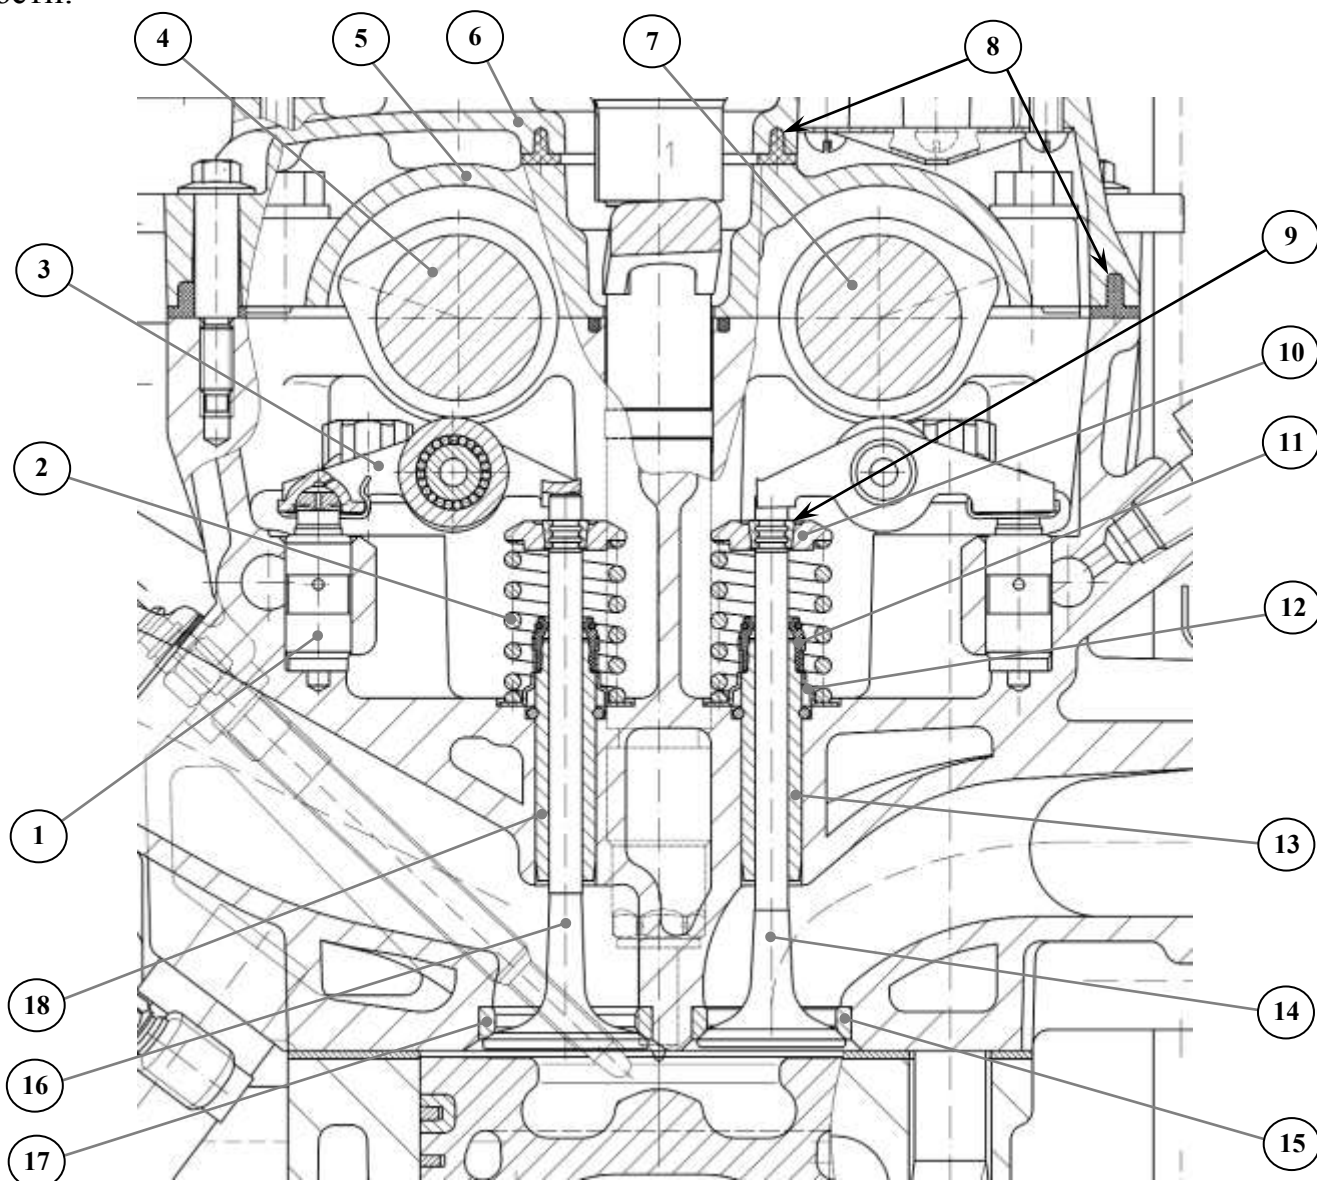

Рис.25. Привод клапанов:
**Привод клапанов** (рис.25). Клапаны приводятся от распределительных валов через рычаги 3 с роликами. Рычаги одним концом, имеющим внутреннюю сферическую поверхность, опираются на сферический торец плунжера гидропоры 1. Другим концом, имеющим криволинейную поверхность, рычаги опираются на торец стержня клапана.
Впускной 16 (рис.25) и выпускной 14 клапаны изготовлены из жаропрочной стали. Выпускной клапан имеет жароупорную износостойкую наплавку рабочей поверхности тарелки и наплавку из углеродистой стали на торце стержня, закаленную для повышения износостойкости.